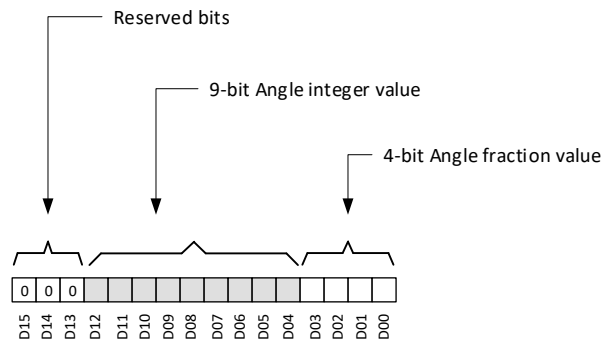

图 7-17. 角度数据定义
TMAG5273 会根据 **ANGLE_EN** 寄存器位设置来计算相对于一对磁轴的角度。图 7-17 显示了存储在 **ANGLE_RESULT_MSB** 和 **ANGLE_RESULT_LSB** 寄存器中的角度信息。位 D04 至 D12 存储 0 至 360 度的角度整数。位 D00 至 D03 位存储角度分数。3 个 MSB 位始终填充为 b000。角度可以使用方程式 14 来计算。
- D_i 是图 7-17 中所示的数据位。